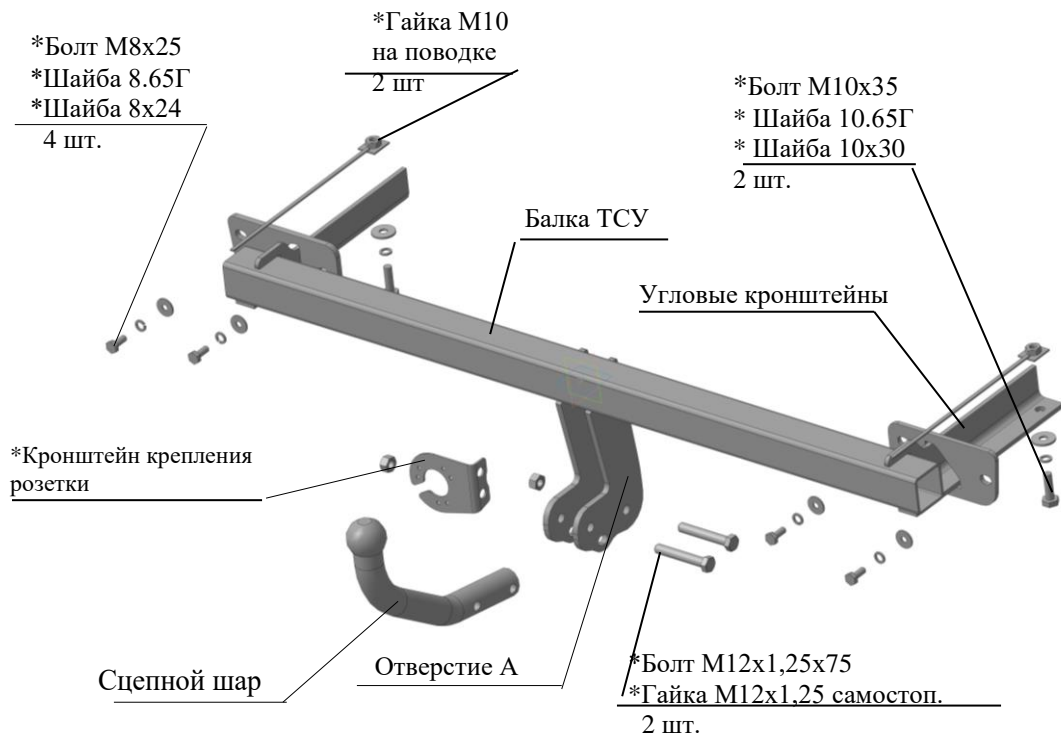

Рис.1 Тягово-сцепное устройство ТСУ 2181.
2.1 ТСУ 2181 в сборе (рис.1)	1 шт.
2.2 Пакет с комплектующими (см. рис.1)	1 шт.
4.3 Вставить угловые кронштейны балки ТСУ внутрь лонжеронов (соответственно рис.1), закрепить к нижним полкам лонжеронов а/м болтами М10х35, используя гайки на поводке, под головки болтов подложить шайбы 10.65.Г, шайбы 10х30. Крепеж не затягивать.